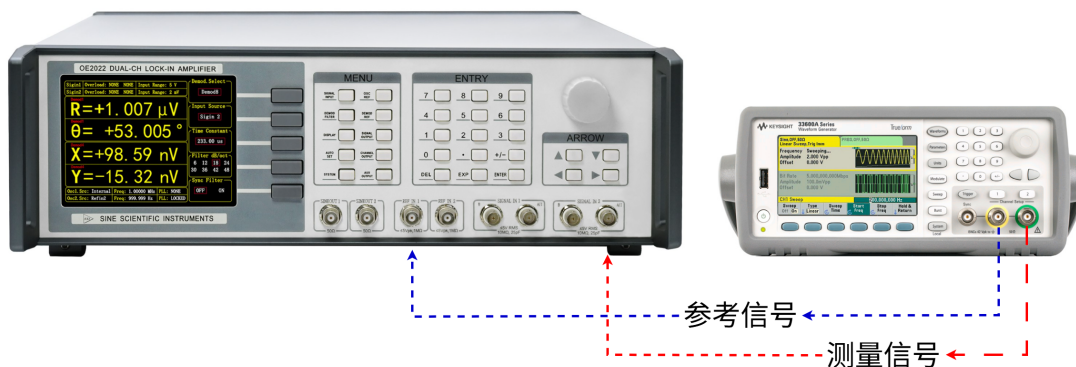

图 100. 信号线连接图
2. 用一条带 BNC 接头的信号线连接函数信号发生器的输出接口和 OE2022 前面板 SIGNAL IN 1 的 IN+ 接口，用另一条带 BNC 接头的信号线连接函数信号发生器的参考信号接口和前面板的 REF IN 1 接口，如图100所示：